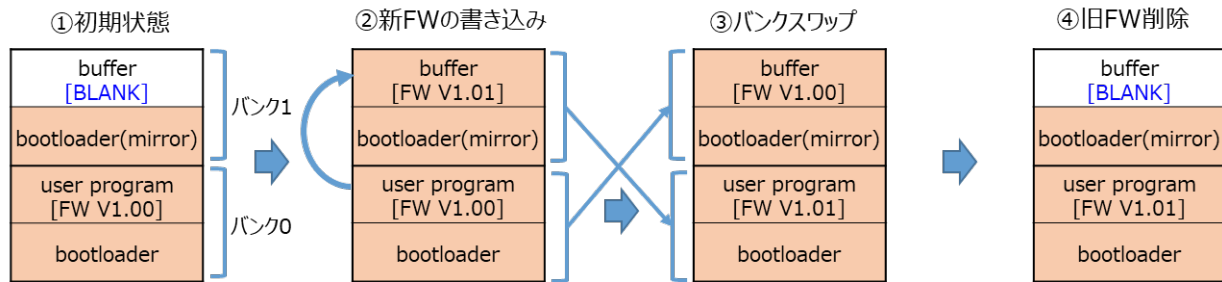

図 1-4 デュアルモードのファームウェアアップデートの動作
- ④ ブートローダとユーザプログラムで構成される初期ファームウェアを、フラッシュライタ等でフラッシュメモリに書き込む。
デュアルモードのファームウェアアップデートの動作を図 1-4 に示します（ただし下記「①初期状態」は初回起動時にブートローダを実行し、バンク 1 にブートローダをミラーリングした状態）。